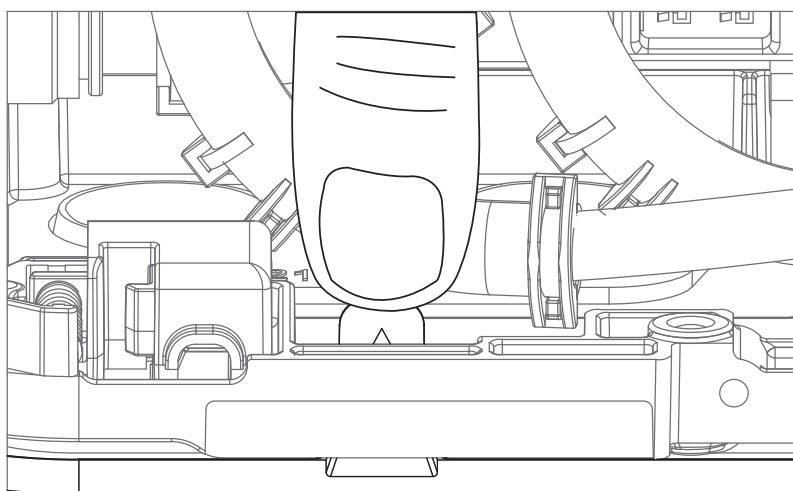
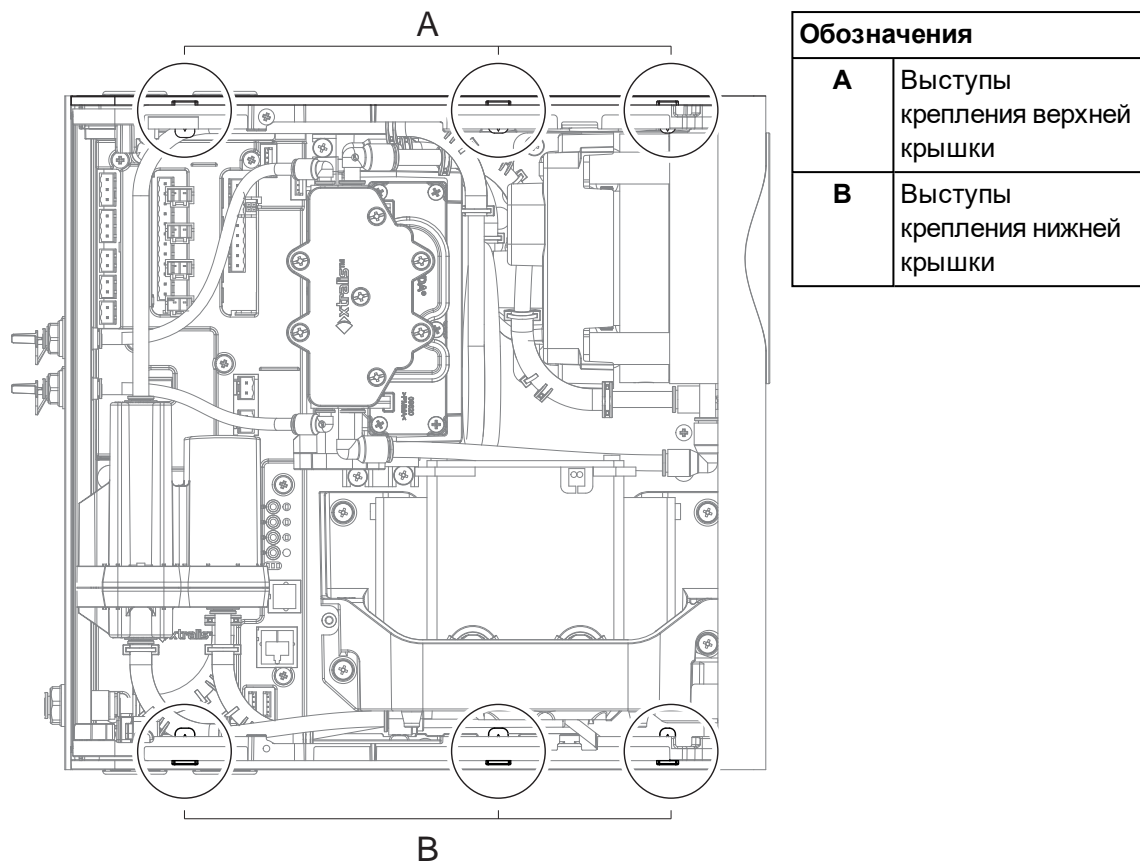

Рис. 7-8: Выступы
Рис. 7-9: Выступы для снятия верхней и нижней крышек
5. Снимите верхнюю и нижнюю крышки, нажав на выступы (Рис. 7-8 и Рис. 7-9).